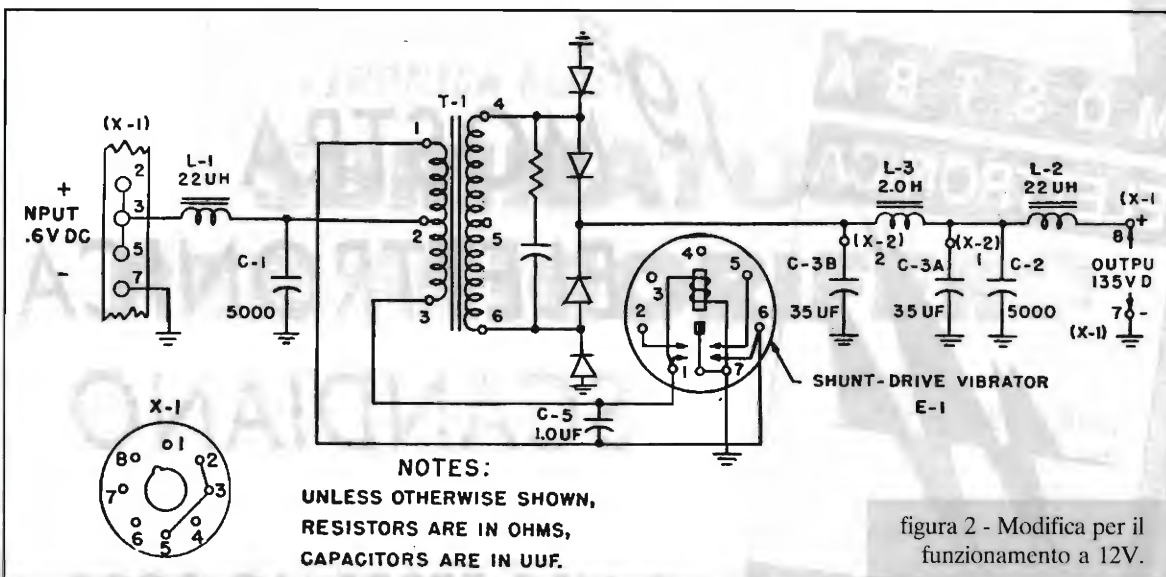

figura 2 - Modifica per il funzionamento a 12V.
tensione di uscita in DC dell'alimentatore. Basta utilizzare un raddrizzatore a ponte al posto di quello originario a doppia semionda, sincrono, costituito dai contatti del vibratore (figura 2).
- Eliminare i collegamenti al secondario del trasformatore (terminali 4, 5, 6); procurare 4 diodi 1N4007 (o un ponte raddrizzatore da 400V - 1A) e collegarli come da figura 2.
- Modificare la ponticellatura del connettore octal X1 come mostrato in figura 2 (la situazione di partenza è quella di figura 1)